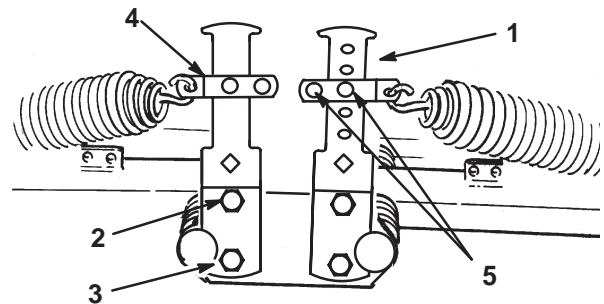
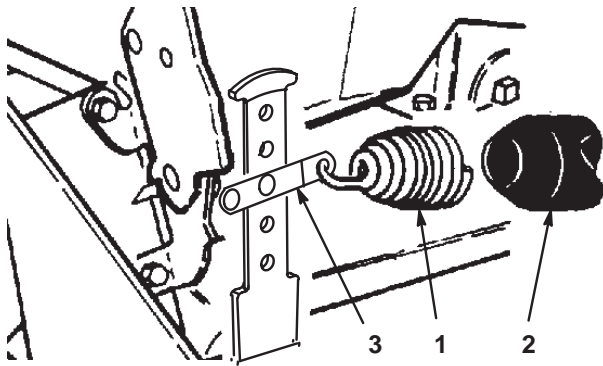

図13
図 14
2. スプリングの反対側の端部を前後のカウンタバランス・アーム（図13、図14）の適切な穴（選択方法は以下を参照）に引っ掛ける（スプリング・シャックル、クレビスピン、コッターピンを使用）。
4. 外しておいたキャップスクリュとナットでカウンタバランス・アームの下部を元通りに固定し、上キャップスクリュを締め付ける(図13)。